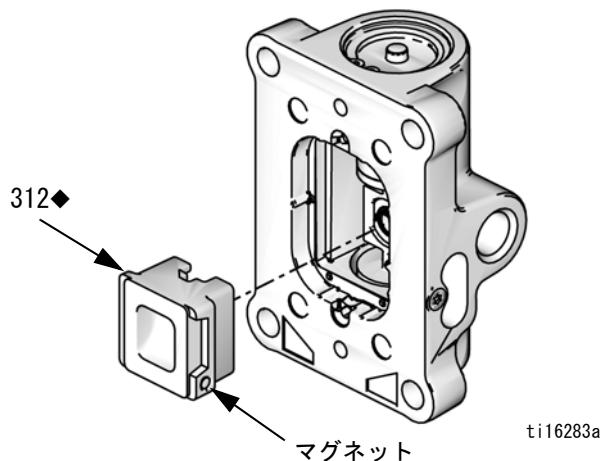

FIG. 11. エアバルブ U カップの取り付け
7. スプリング (311◆) を取り付けます。エアバルブカップ (312◆) に潤滑油を与え、取り付けます。FIG. 11 を参照してください。小型の円形マグネットをエア注入口に揃えます。